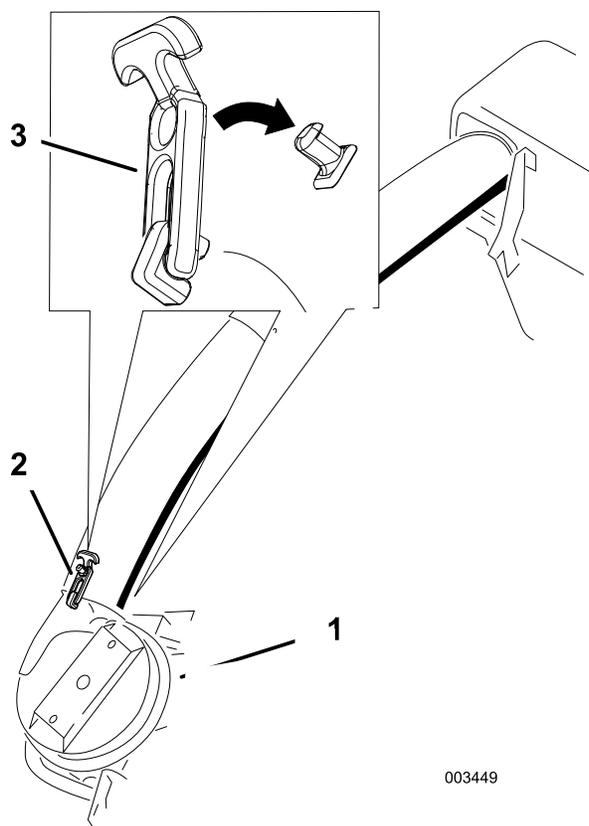

**Figura 34**
5. Installate il tubo inferiore nel tubo superiore (Figura 34).